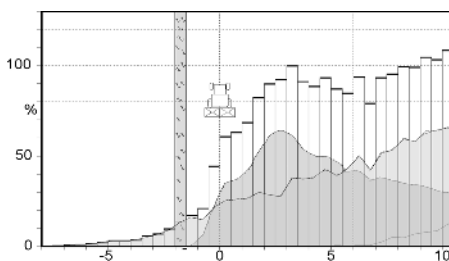
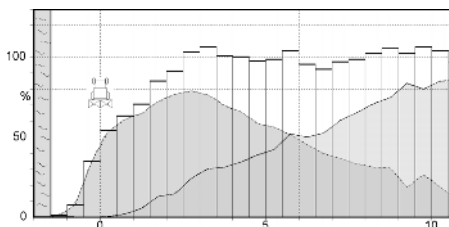

Fig. 13
Fig. 14
- har kjøredrag med avstander fra 10 henholdsvis 12 m (Fig. 13 og Fig. 14).